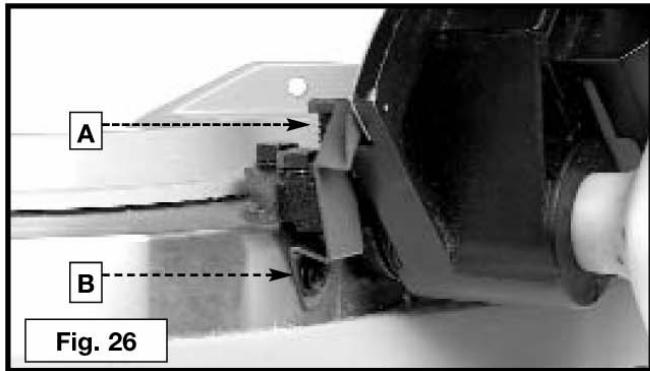

Fig. 26
7. Verifique se o ponteiro do chanfro (A) Fig. 26 está apontando para a marca de 45° na escala do chanfro. Para ajustar o ponteiro do chanfro (A), afrouxe o parafuso (B) e ajuste o ponteiro (A). Aperte o parafuso (B) com firmeza.